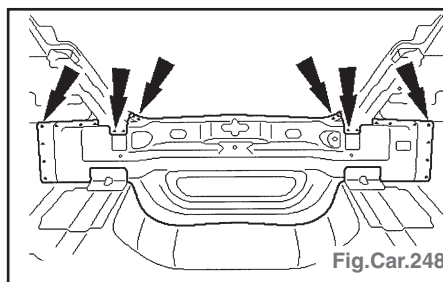

Fig.Car.248
- Fraiser les points de soudure et déposer le panneau arrière par le bas (Fig.Car.248).